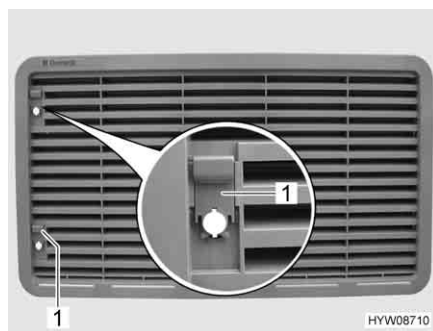

Fig. 154 Griglia di aerazione del frigorifero
- Spingere il cursore (Fig. 154,1) verso l'alto.